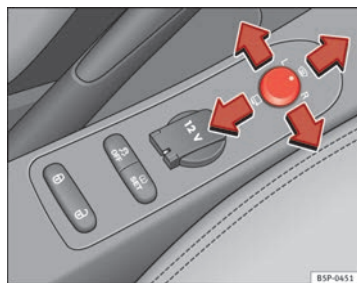

Fig. 89 Regolazione degli specchi retrovisori esterni
1. In primo luogo, ruotare la manopola ⇒ **fig. 89** portandola nella posizione **L (specchietto esterno sinistro)**.
- Per far ripiegare su se stessi gli specchietti esterni si deve ruotare la manopola ⇒ **fig. 89** portandola nella posizione **Δ**. Si consiglia di richiudere sempre gli specchietti esterni quando si porta il veicolo all'autolavaggio, altrimenti potrebbero danneggiarsi. ►